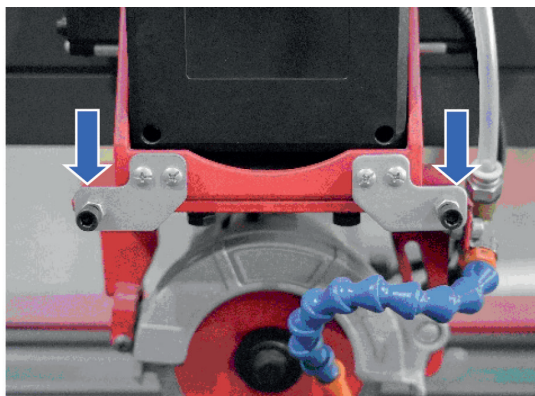

Рис.21
- Ослабьте контргайки на болтах, отвечающих за закрепление каретки (рис. 21).